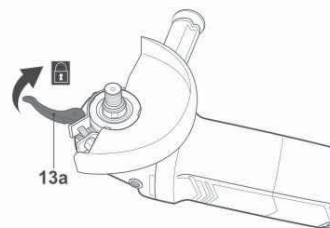

Fig. 7
- > Fermez le levier de fixation [13a] (Figs. 7, 8).